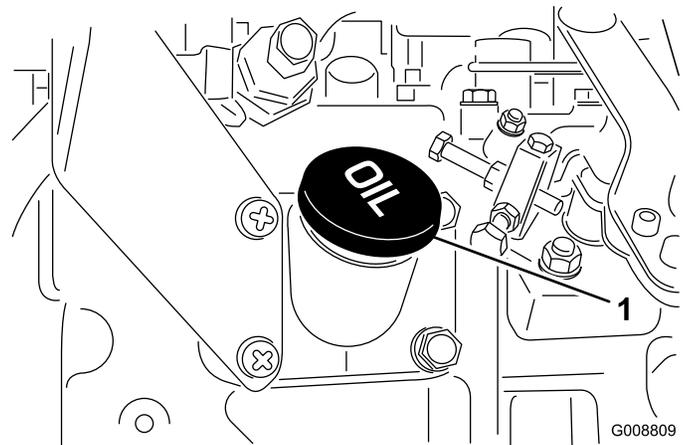

図 15
4. 不足している場合は、キャップ 図 15 を取り、Full 位置までオイルを補給する。入れすぎないでください。